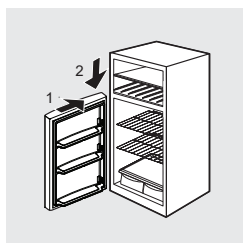

figure 8
- Abaissez la porte du réfrigérateur en position ouverte sur la goupille de charnière inférieure, puis fermez la porte (figure 8).